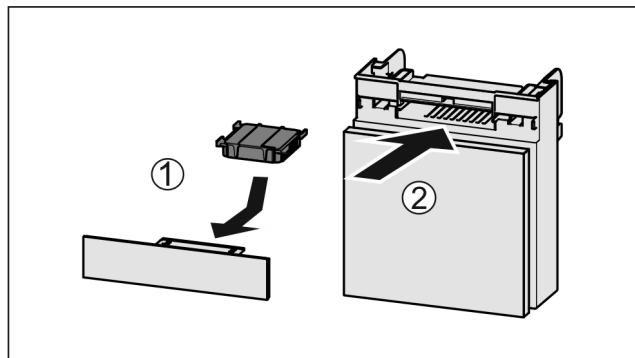

Fig. 89
- Umetnite filtir s aktivnim ugljenom kao što je prikazano na slici Fig. 89 (1).
- Umetnite pretinac Fig. 89 (2).